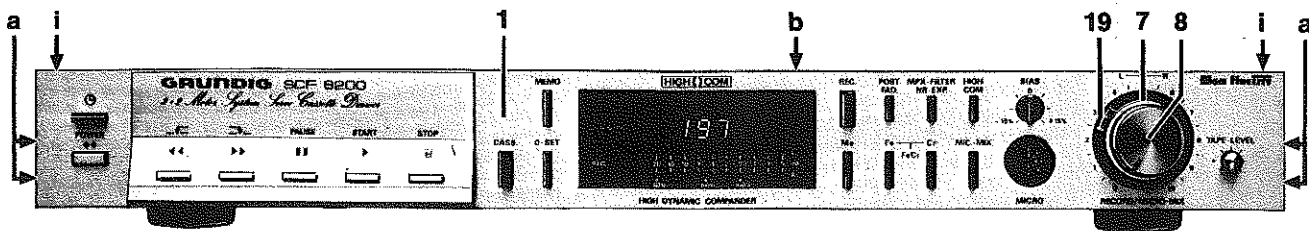

Fig. 1a
1. Démontage du boîtier (Fig. 1a)
4. Démontage de la façade (Fig. 1a)